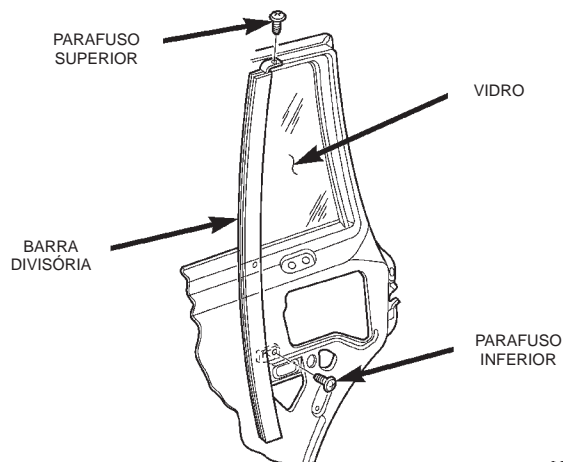

Fig. 66 Barra Divisória/Vidro Fixo
(1) Baixe o vidro da janela.
(2) Remova o painel de acabamento.
(3) Remova a barragem de água.
(4) Remova a tira de vedação interna e externa.
(5) Remova a tira de vedação da janela da porta.
(6) Remova a barra divisória/o vidro fixo (Fig. 66).
(7) Remova o parafuso do vidro da janela, a bucha e o retentor do regulador.
(8) Remova o vidro da janela da porta.